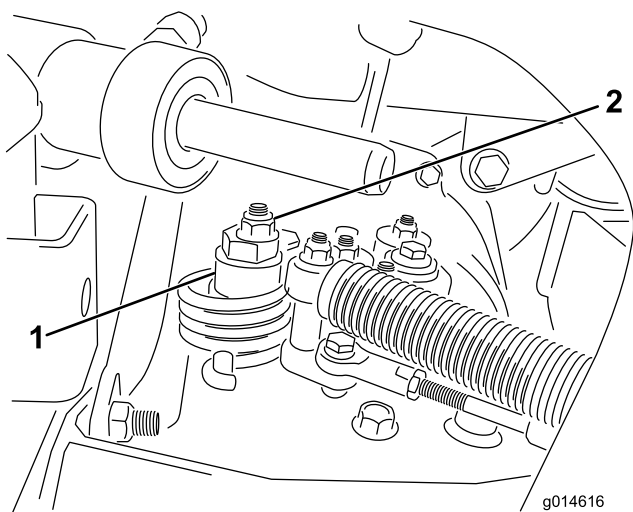

Figura 53
- A. Afloje la tuerca que sujeta el excéntrico a la parte superior del hidrostato (Figura 53).
- C. Gire el excéntrico hasta que no haya movimiento en ningún sentido. Cuando la rueda deje de girar, apriete la tuerca para bloquear el excéntrico y el ajuste (Figura 53). Compruebe el ajuste con el acelerador en las posiciones Lento y Rápido.